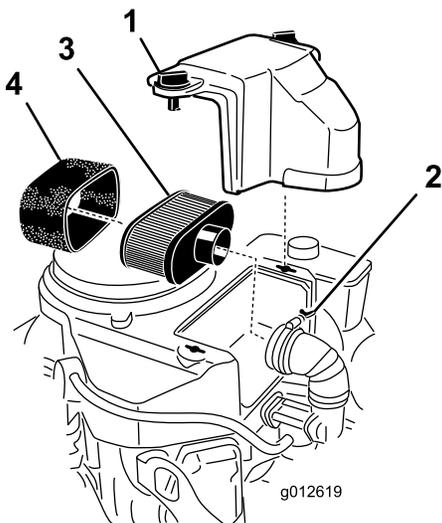

Figura 40
3. Para evitar qualquer dano, limpe à volta do filtro de ar para impedir a entrada de impurezas para o interior do motor (Figura 40).
4. Desaperte os manípulos da tampa e retire a cobertura do filtro de ar (Figura 40).
5. Desaperte a braçadeira de tubo e retire a estrutura do filtro do ar (Figura 40).
6. Retire cuidadosamente o filtro de esponja, passando pelo filtro de papel (Figura 40).
1. Limpe o elemento de papel batendo suavemente para remover a sujidade. Se estiver muito sujo, substitua o elemento de papel por um novo (Figura 40).
1. Coloque cuidadosamente o filtro de esponja, passando pelo filtro de papel (Figura 40).
2. Coloque a estrutura do filtro do ar na base do filtro do ar ou tubo e prenda-a (Figura 40).
3. Coloque a cobertura do filtro de ar na respectiva posição e aperte o manípulo da tampa (Figura 40).